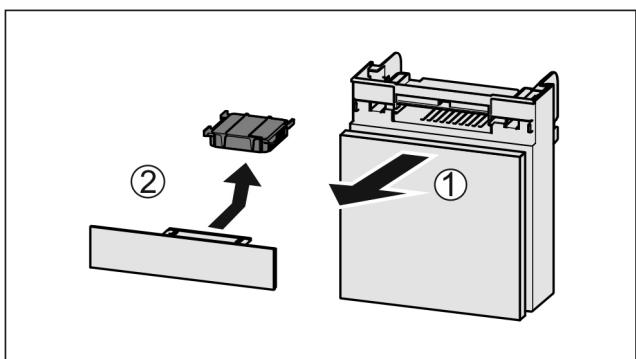

Fig. 134
- Потягніть Fig. 134 (1) відділення вперед.
- Витягнути Fig. 134 (2) фільтр з активованого вугілля.